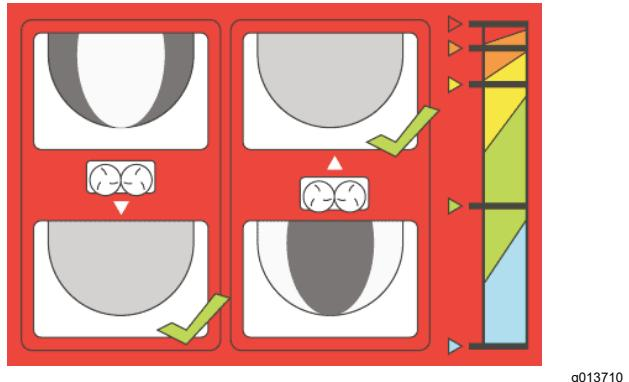

Figure 43
Pour y remédier, **le réglage de la base** comprend une illustration indiquant le repositionnement correct de la base (Figure 43).
**Remarque:** Les couleurs sur l'autocollant de la Figure 43 correspondent aux couleurs de l'autocollant principal (Figure 30).